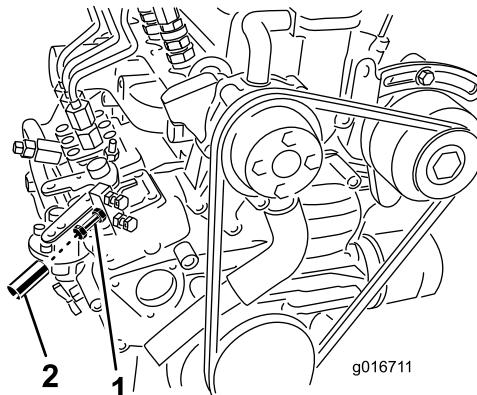

図 6
3. タコメータを見ながら、エンジンについているスロットル調整ねじ(図6)を使って、エンジンの最高回転数を 3200 RPM にセットし、調整ねじについているジャムナットを締め付ける。
5. スロットル調整ねじとジャムナット(図6)にアルミチューブを被せ、チューブをつぶしてスロットルを勝手に調整できないようにする。